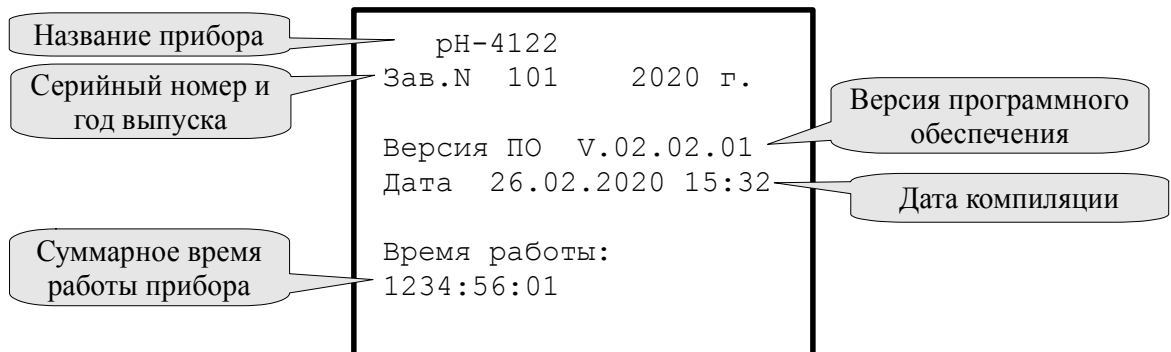

Рисунок 23 - Просмотр сведений о приборе
3.3.7.1 В этом меню (Рисунок 23) можно просмотреть название прибора, заводской номер и год выпуска, версию программного обеспечения, установленного в данном рН-метре.